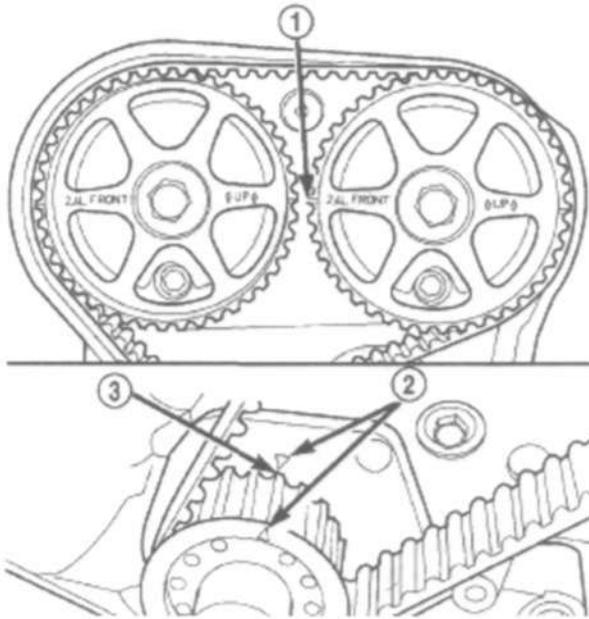

Рис. 109.
(7) После установки ремня ГРМ и регулировки натяжителя, повернуть коленвал ПО ЧАСОВОЙ СТРЕЛКЕ на два полных оборота от руки для посадки ремня, так, чтобы коленвал вновь вернулся в положение ВМТ. Убедиться, что метки установки фаз распределительного и коленчатого валов расположены правильно (Рис.109).